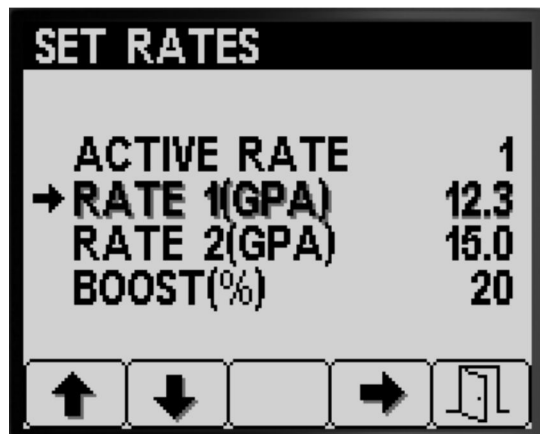

図 6
1. ボタン1と2でRATE 1またはRATE 2へ移動図6。
2. ボタン4はレートの選択図6。